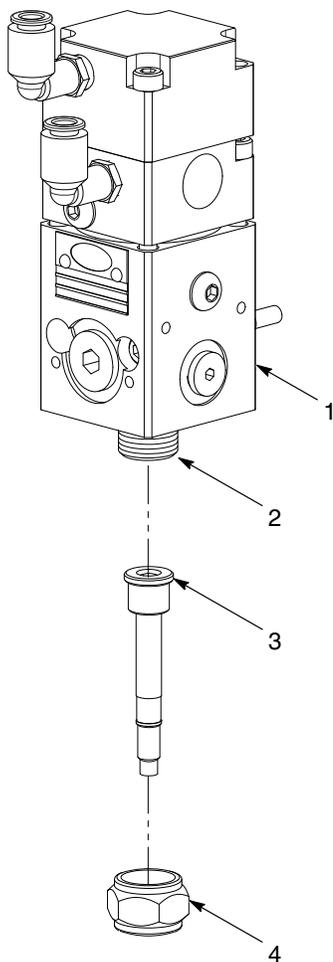

Figura 4 Tipica installazione dell'ugello
1. Vedi figura 4. Lubrificare i filetti (2) della valvola di erogazione (1) con un lubrificante compatibile con il materiale erogato.
2. Montare l'ugello (3) usando il dado dell'ugello (4). Stringere bene il dado dell'ugello.
4. Vedi figura 4. Rimuovere con cautela il dado dell'ugello (4) e l'ugello (3) dalla valvola di erogazione (1). Pulire l'ugello e i filetti della valvola di erogazione (2) con un solvente compatibile.